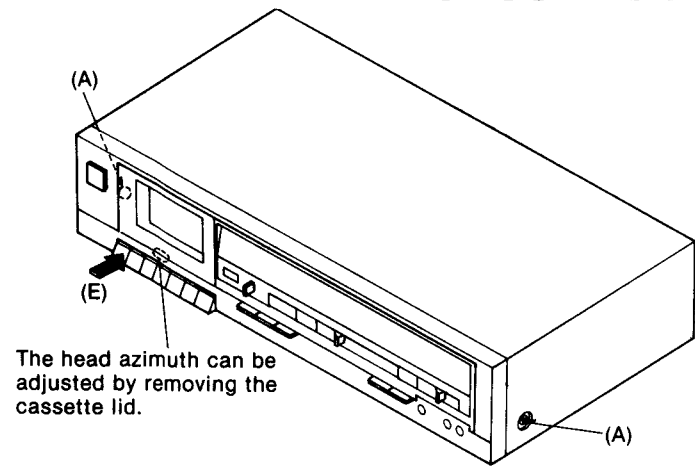
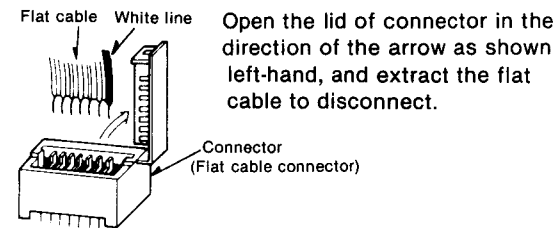
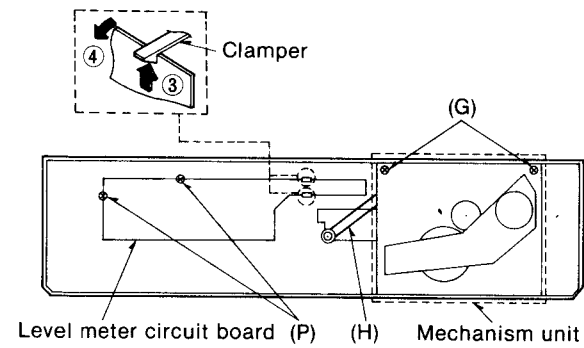
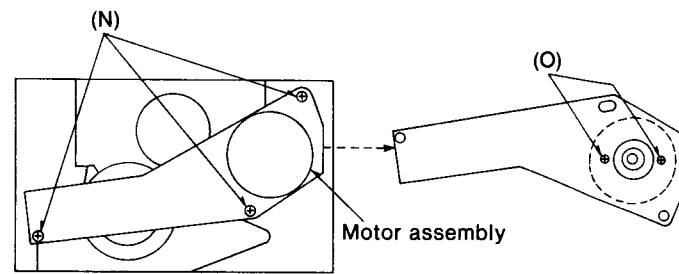

Fig. 1
Fig. 3
Fig. 4
Fig. 5
<p>Ajuste del equilibrio de salida L-CH/R-CH (canal izquierdo/canal derecho)</p> <ol style="list-style-type: none"> <li>1. Efectuar las conexiones como muestra la Fig. 2.</li> <li>2. Reproducir la señal de 8kHz desde la cinta de prueba (QZZCFM). Ajustar el tornillo (B) en Fig. 3 para obtener niveles L-CH y R-CH de salida máxima. Cuando los niveles de salida de L-CH y R-CH no están al máximo, al mismo tiempo, reajustar de la siguiente forma:</li> <li>3. Girar el tornillo mostrado en Fig. 3 para buscar los ángulos A y C (puntos donde los niveles de salida de cresta se obtienen para los canales derecho y izquierdo). Luego, localizar el ángulo B entre los ángulos A y C, por ej., el punto donde los niveles de salida de R-CH y L-CH estén equilibrados. (Consultar Fig. 3 y 4.)</li> </ol> <p>Ajuste de fase de L-CH/R-CH</p> <ol style="list-style-type: none"> <li>4. Efectuar las conexiones como muestra la Fig. 5.</li> <li>5. Reproducir la señal de 8kHz desde la cinta de prueba (QZZCFM). Ajustar el tornillo (B) de la Fig. 3 de forma que las agujas indicadoras de los dos VTVM giren hacia el máximo y se obtenga una forma de onda como la indicada en la Fig. 6 sobre el osciloscopio.</li> </ol>
- Si la corriente de borrado es mayor que 165mA, cortar el hilo del puente (Ver la Fig. 1).
<p>Ⓐ Head azimuth adjustment</p> <p>Condition: • Playback mode • Normal tape mode</p> <p>Equipment: • VTVM • Oscilloscope • Test tape (azimuth)...QZZCFM</p>	<p>L-CH/R-CH output balance adjustment</p> <p>1. Make connections as shown in fig. 2.</p> <p>2. Playback the 8kHz signal from the test tape (QZZCFM). Adjust screw (B) in fig. 3 for maximum output L-CH and R-CH levels. When the output levels of L-CH and R-CH are not at maximum at the same point adjust as follows.</p> <p>3. Turn screw (B) shown in fig. 3 to find angles A and C (points where peak output levels for left and right channels are obtained). Then, locate angle B between angles A and C, i.e., point where L-CH and R-CH outputs are balanced. (Refer to figs. 3 and 4.)</p> <p>L-CH/R-CH phase adjustment</p> <p>4. Make connections as shown in fig. 5.</p> <p>5. Playback the 8kHz signal from the test tape (QZZCFM). Adjust screw (B) shown in fig. 3 so that pointers of the two VTVMs swing to maximum and a lissajous waveform as illustrated in fig. 6 is obtained on the oscilloscope.</p>
<p>Ⓑ Tape speed</p> <p>Condition: • Playback mode</p> <p>Equipment: • Digital frequency counter • Test tape...QZZCWAT</p> <p>Tape speed accuracy</p> <p>1. Test equipment connection is shown in fig. 7.</p> <p>2. Playback test tape (QZZCWAT 3,000Hz), and supply playback signal to the digital frequency counter.</p> <p>3. Measure this frequency.</p> <p>4. On the basis of 3,000Hz, determine value by following formula:</p> $\text{Tape speed accuracy} = \frac{f-3,000}{3,000} \times 100(\%) \quad \text{where, } f = \text{measured value}$ <p>5. Take measurement at middle section of tape.</p> <p>Standard value: ±1.5%</p> <p>6. If measured value is not within the standard value, adjust it by using the tape speed adjustment VR shown in fig. 1.</p> <p>Note: Please use non metal type screwdriver when you adjust tape speed accuracy on this unit.</p> <p>Tape speed fluctuation</p> <p>Make measurements in same manner as above (beginning, middle and end of tape), and determine the difference between maximum and minimum values and calculate as follows:</p> $\text{Tape speed fluctuation} = \frac{f_1-f_2}{3,000} \times 100(\%) \quad f_1 = \text{maximum value, } f_2 = \text{minimum value}$ <p>Standard value: Less than 1%</p>	<p>Fig. 2</p>  <p>Fig. 3</p>  <p>Fig. 4</p>  <p>Fig. 5</p>  <p>Fig. 6</p>
<p>Ⓒ Playback frequency response</p> <p>Condition: • Playback mode • Normal tape mode</p> <p>Equipment: • VTVM • Oscilloscope • Test tape...QZZCFM</p> <p>1. Test equipment connection is shown in fig. 2.</p> <p>2. Playback the frequency response portion of test tape (QZZCFM).</p> <p>3. Measure output level at 315Hz, 12.5kHz, 8kHz, 4kHz, 1kHz, 250Hz, 125Hz and 63Hz, and compare each output level with the standard frequency 315Hz, at LINE OUT.</p> <p>4. Make measurements for both channels.</p> <p>5. Make sure that the measured values are within the range specified in the frequency response chart. (Shown in fig. 8).</p>	<p>Ⓓ Playback gain</p> <p>Condition: • Playback mode • Normal tape mode</p> <p>Equipment: • VTVM • Oscilloscope • Test tape...QZZCFM</p> <p>1. Test equipment connection is shown in fig. 2.</p> <p>2. Playback standard recording level portion on test tape (QZZCFM 315Hz) and, using VTVM, measure the output level at test points [TP3 (L-CH), TP4 (R-CH)].</p> <p>3. Make measurements for both channels.</p> <p>Standard value: 0.42V [0.4V±1dB: at LINE OUT jack]</p> <p>Adjustment</p> <p>1. If the measured value is not within the standard, adjust VR1 (L-CH) or VR2 (R-CH) (See fig. 1).</p> <p>2. After adjustment, check "Playback frequency response" again.</p>
<p>Ⓔ Erase current</p> <p>Condition: • Record mode • Metal tape mode</p> <p>Equipment: • VTVM • Oscilloscope</p> <p>1. Test equipment connection is shown in fig. 9.</p> <p>2. Place UNIT into metal tape mode.</p> <p>3. Press the record and pause buttons.</p> <p>4. Read voltage on VTVM and calculate erase current by following formula:</p> $\text{Erase current (A)} = \frac{\text{Voltage across resistor R84}}{1 (\Omega)}$ <p>Standard value: 155±15mA (Metal)</p> <p>5. If the measured value is not within the standard value adjust it by following the adjustment instructions.</p> <p>Adjustment</p> <ul style="list-style-type: none"> <li>• If the erase current is more than 165mA, cut the jumper wire (See fig. 1).</li> </ul>	<p>Fig. 7</p>  <p>Fig. 8</p>  <p>Fig. 9</p>